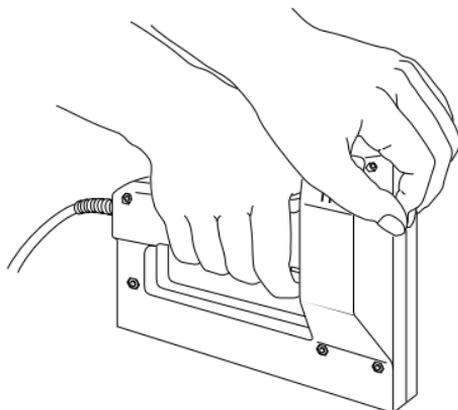

Figure 6
*Remarque* : Si la tâche s'avère difficile, appuyez sur la tête de l'outil avec la paume de votre main libre (voir Figure 6). L'agrafe s'enfoncera mieux.